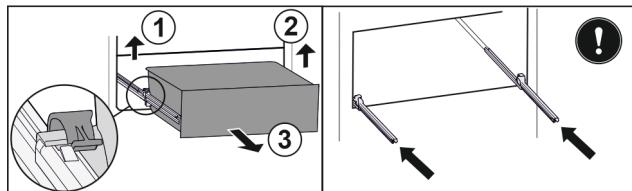

Fig. 142
- Nadvihnite ľavú svorku a súčasne tiahnite zásuvku vľavo dopredu. Fig. 142 (1)
- Nadvihnite pravú svorku a súčasne tiahnite zásuvku vpravo dopredu. Fig. 142 (2)
- Odoberete zásuvku dopredu. Fig. 142 (3)